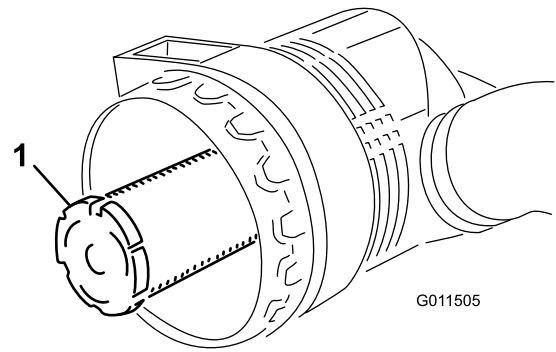

Bild 47
**Wichtig:** Versuchen Sie nie, den Sicherheitsfilter zu reinigen (Bild 47). Tauschen Sie den Sicherheitsfilter bei jeder dritten Wartung des Hauptluftfilters aus.